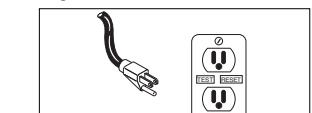

Figura 1
11. Esta bomba sólo se debe usar en circuitos de 120 voltios (monofásico) y el enchufe del cordón tiene tres terminales tal como se muestra en la figura 1.
Para reducir el peligro de electrocución el motor debe estar conectado a tierra adecuadamente. Esto lo puede hacer de las siguientes formas conecte el enchufe a un tomacorriente con tres orificios tal como se muestra en la figura 1.